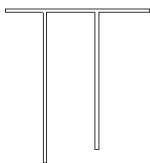

图 2-76 延伸图元
(3) 如果此图元与边界 (或投影) 交叉, 则保留所单击的部分, 而修剪边界另一侧的部分, 如图 2-76 所示。